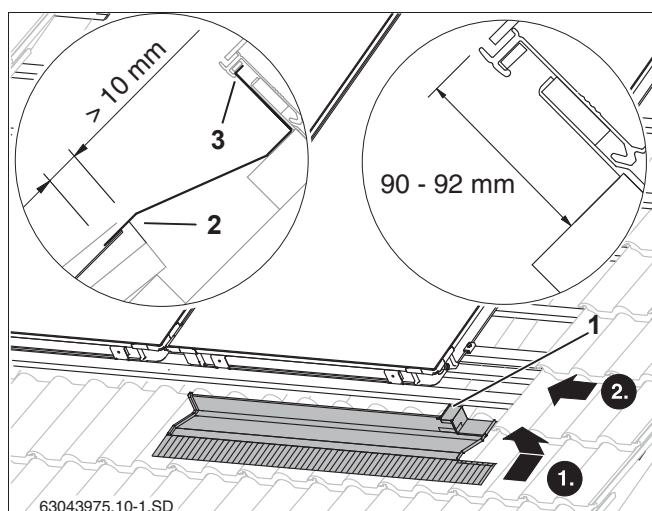
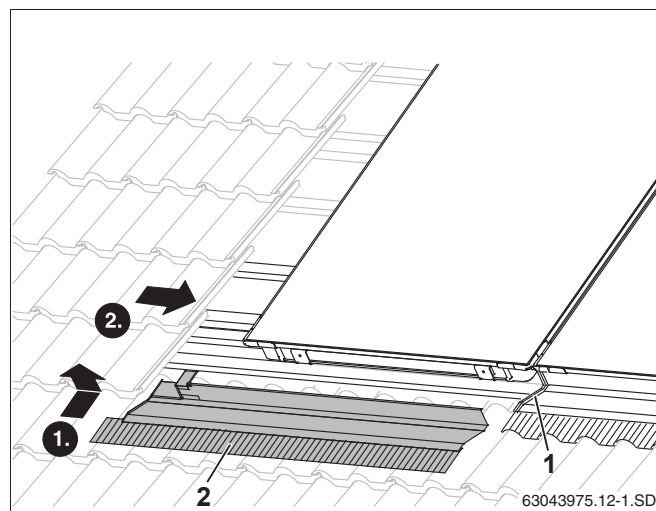

Рис. 44 Правый нижний накладной лист
Рис. 47 Укладка левого нижнего накладного листа
- ▶ Правый накладной лист вставьте верхней кромкой в паз коллектора (рис. 44, **поз. 3**).
- ▶ Придвиньте накладной лист к коллектору так, чтобы и правая короткая кромка (рис. 44, **поз. 1**) входила вверху в паз коллектора.
Накладной лист нужно уложить на черепицу так, чтоб он перекрывал черепицу минимум на 10 мм (рис. 44, **поз. 2**).
- ▶ Уложите левый накладной лист (рис. 47, **поз. 2**) на предыдущий и смонтируйте как правый. (рис. 44)
Защитную пленку можно снять с накладного листа (рис. 47, **поз. 1**) только после того, как будут закреплены все листы.